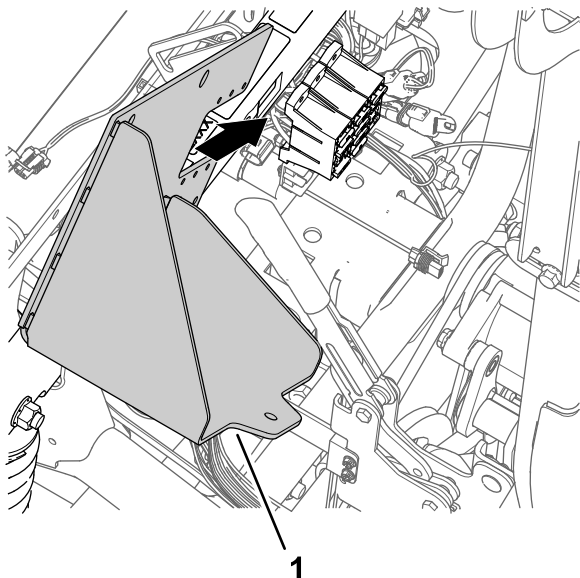

Рисунок 173
1. Совместите новый кронштейн аккумуляторной батареи с опорной трубой амортизатора машины и блоком предохранителей (Рисунок 173).